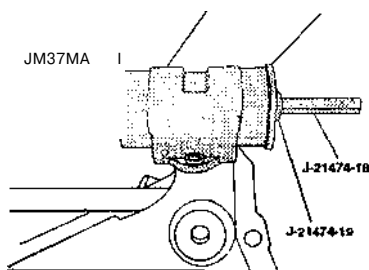

Рис. 5.41.
- пропустить специальный болт (например, болт-упорная шайба J-21474-19) через оправку (например, оправку J-29376-6A), кожух демонтажно-монтажного приспособления (например, кожух J-29376-A), втулку рычага подвески, шайбу (например, шайбу J-29376-7). После этого накрутить на резьбу специального болта гайку (например, гайку J-21474-18) (рис. 5.41);